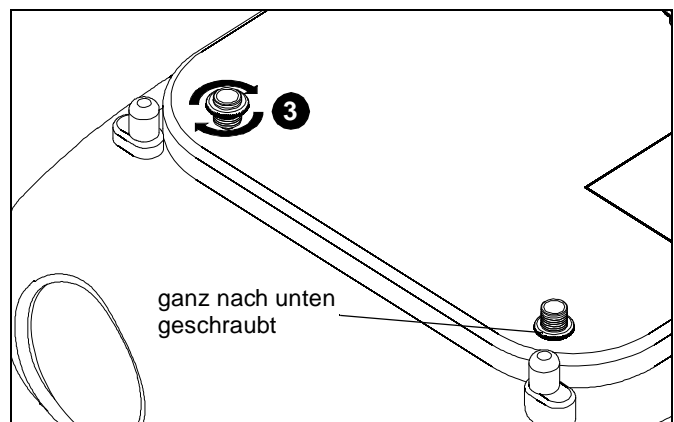

Abb. 3
3. Schrauben Sie die Höheneinstellmuttern auf die gewünschte Höhe. (See Figure 3)